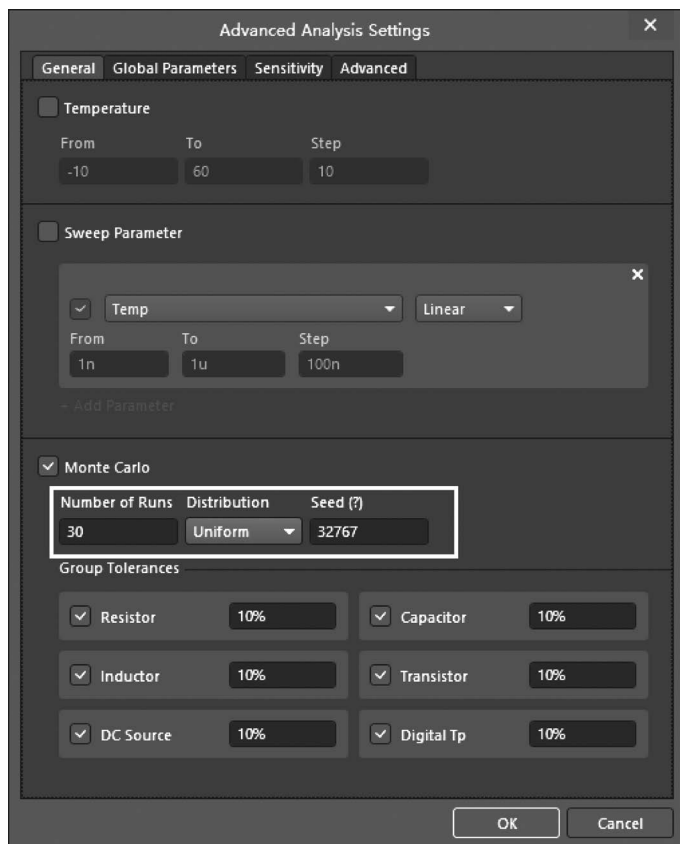

图 3-70 设置蒙特卡洛分析参数
① 在“1. Verification”中单击 Start Verification 按钮进行电路检查,检查通过后 Electrical Rule Check 和 Simulation Models 标识为绿色对号。
② 在“2. Preparation”中 Probes 界面单击 Add 按钮选择 Voltage,在网络 OUT 处加入 Probes(探针) V_OUT,用于采集对应网络的时域瞬态波形。
③ 在“3. Analysis Setup & Run”中 Transient 选项设置瞬态仿真参数起始时间(From)为 0,停止时间(To)为 5ms,步进(Step)为 1 μ s。
④ 选中 Monte Carlo 选项并单击 Settings 按钮进入 Advanced Analysis Settings 窗口,如图 3-70 所示设置运行次数(Number of Runs)为 30,分布(Distribution)为 Uniform,种子值(Seed)为 32767,将所有的 Tolerance(公差)设置为 10%。